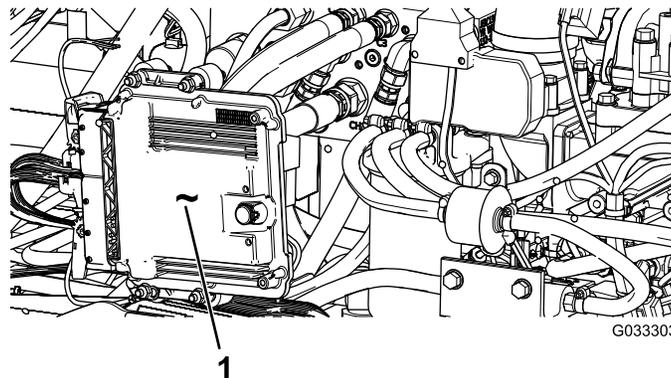

Рисунок 87
**Внимание:** Не допускайте прямого контакта блока управления двигателем (ECU) или электрических разъемов с водой, так как это может привести к их повреждению; см. расположение блока ECU и электрических разъемов на Рисунок 87.